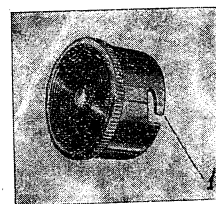

Рис. 16.
В момент ввода штифтов трубки в пазы корпуса головки (2) последние должны совпадать с пазами подвижного кольца, после чего перемещением рукоятки до упора, в сторону отвода, предназначенного для соединения с баллоном, происходит плотное крепление трубки и крышки с защитным стеклом (рис. 16), устанавливаемой на головке при помощи штыкообразного замка (1). Электролампочки винчиваются в головку-держатель точно так же, как и у комбинированного ректоскопа.